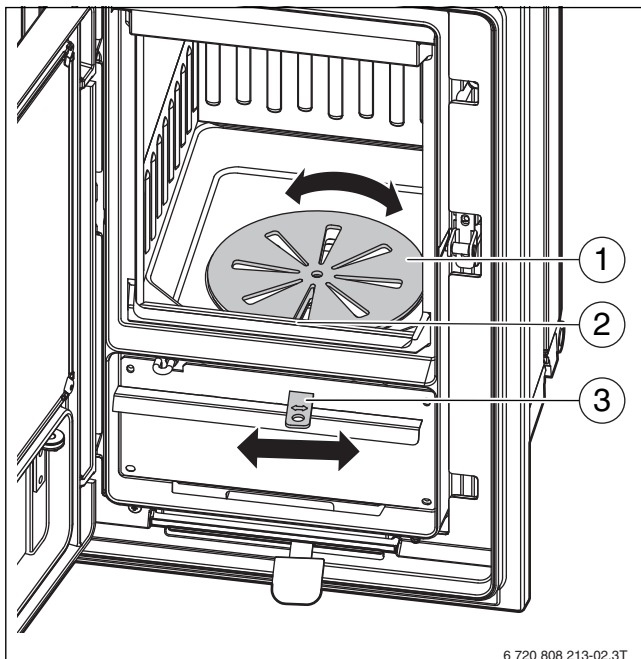

Bild 9 Rost bewegen
- ▶ Primärluftöffnungen (→ Bild 9, [2], Seite 13) prüfen und bei Bedarf mit einem spitzen Gegenstand reinigen.